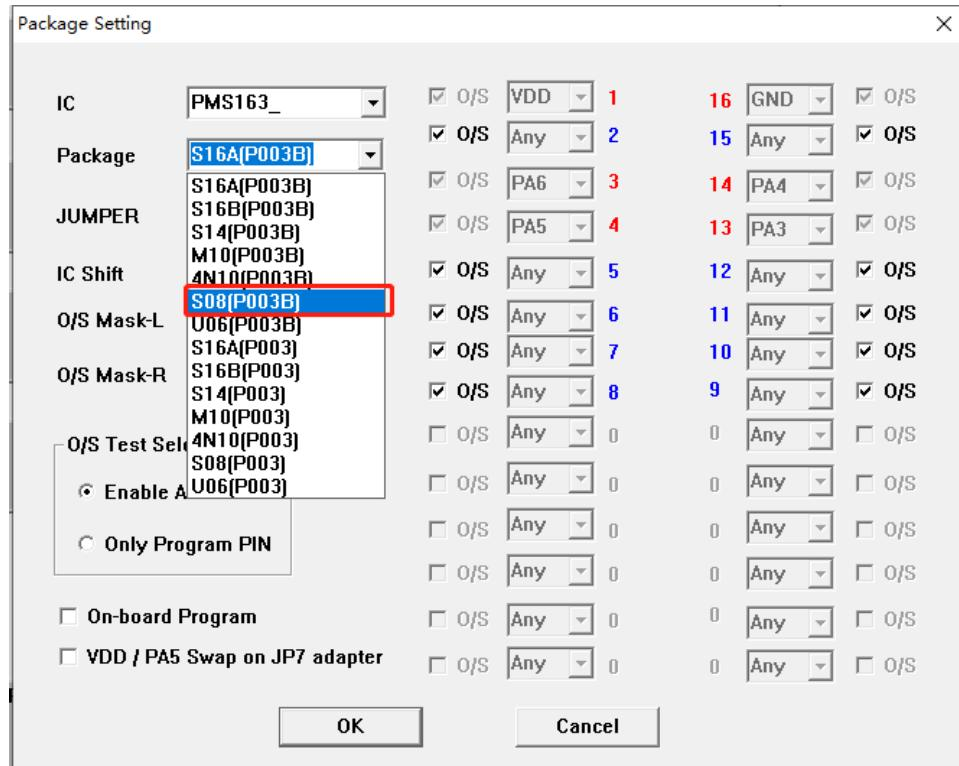

图 28: PMS163-S08 在 P003B 转档配置
1. 使用 5S-P-003B 烧录 PMS163 时, 只有 S16A 和 S14 封装是烧录器背面 jumper 插 JP2 位置, 正面烧录插座往下空移 4 格, 即可烧录。而其他封装都需要转档, 使用 Jumper7 跳线。接下来以 PMS163-S08 的烧录为例, 其他封装需对应修改“package setting”界面和 Jumper7 跳线方法即可。封装设置如图 28 所示: